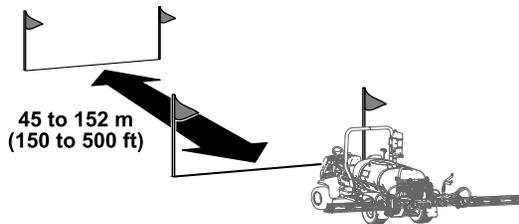

图 63
5. 在草坪测试区标记一条起点线图 63。
- 按 InfoCenter 信息中心上的 2 号按钮驾驶到终点线 图 66和图 63。